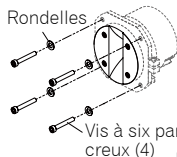

Fig. 4
6. Insérez l'ET-703a depuis l'intérieur de l'armoire et fixez-le à l'aide des quatre vis à six pans creux à raison d'une rondelle par vis, à l'aide de la clé hexagonale fournie (Fig. 4).